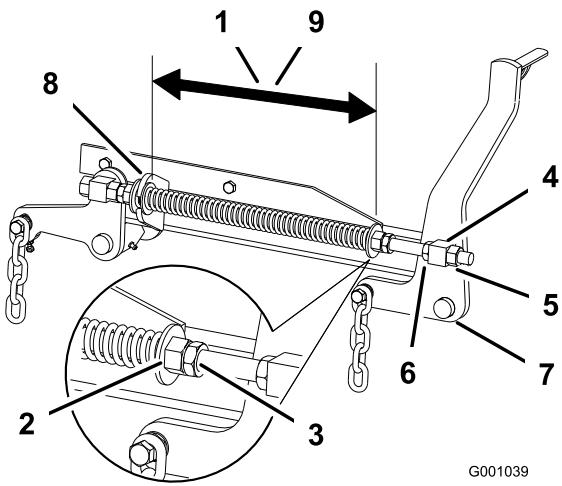

Figura 83
- Compruebe la distancia entre las dos arandelas grandes, que debe ser de 28,2 cm para carcasa de corte de 132 cm, o de 26,7 cm para carcasa de corte de 152 cm (Figura 83).
- Ajuste esta distancia aflojando la contratuerca elástica y girando la tuerca que está delante de cada muelle (Figura 83). Gire la tuerca en sentido horario para acortar el muelle y en sentido antihorario para alargar el muelle.
- Fije la tuerca en la posición deseada apretando la contratuerca elástica (Figura 83).